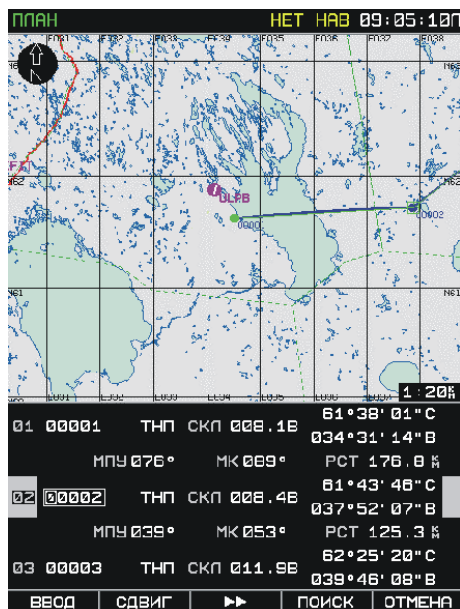

Рис. 98. Изменение параметров выбранного ППМ маршрута
С помощью манипулятора курсора совместить курсор с графическим обозначением того пункта маршрута, параметры которого необходимо изменить и нажать кнопку РЕДАКТ (Рис. 98). В поле полетной информации появляется активный маркер и становятся доступными для изменения параметры ППМ.
- после появления активного маркера в поле полетной информации (Рис. 98) нажать кнопку "СДВИГ";